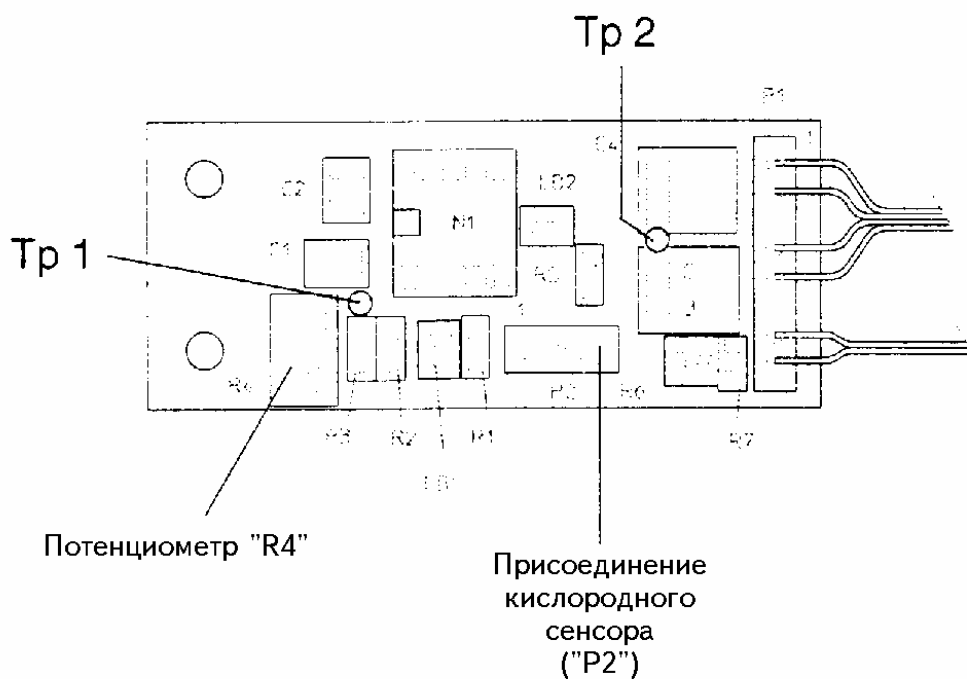

Рис. 18-3. Плата «OXS», в сборе, горизонтальная проекция
- m** Отсоедините разъем сенсора от «P2» платы «OXS» (смотрите Рис. 18-3).
- m** Установите разъем сенсора на «P2» платы «OXS» (смотрите Рис. 18-3).
m Настройте сигнал на 1000 мВ пост. тока (± 5 мВ) с помощью потенциометра R4 (Рис. 18-3) соответствующей токовой платы «OXS».